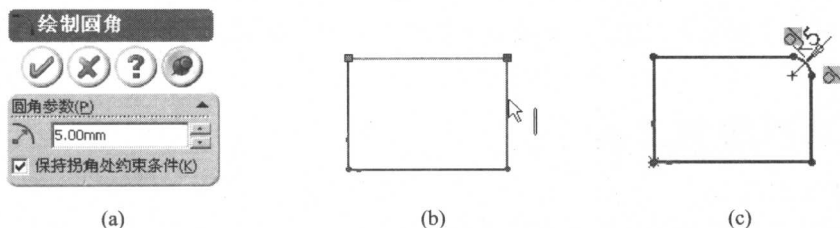

图 1-26 绘制圆角
① 单击【草图绘制】工具栏中【绘制圆角】按钮 。
② 在【绘制圆角】PropertyManager 中设定圆角参数, 即圆角半径, 如图 1-26(a) 所示。
③ 分别单击草图实体上两相交线, 或选择两直线的交点如图 1-26(b) 所示, 生成的圆角如图 1-26(c) 所示。